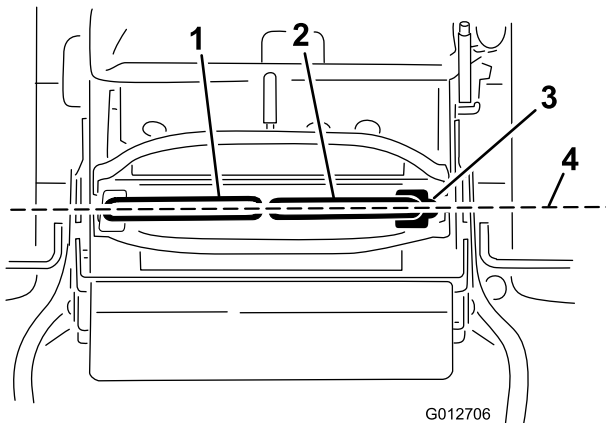

Figura 71
Importante: Compruebe el avance de la máquina después de ajustar las palancas de control de movimiento. Se utiliza el mismo procedimiento para ajustar la dirección y para alinear las palancas de control de movimiento hacia adelante-atrás (Figura 71).
1. Una vez ajustada la alineación horizontal, compruebe la alineación adelante-atrás empujando ligeramente hacia adelante las palancas de control para eliminar cualquier holgura del acoplamiento de las palancas de control (Figura 71).